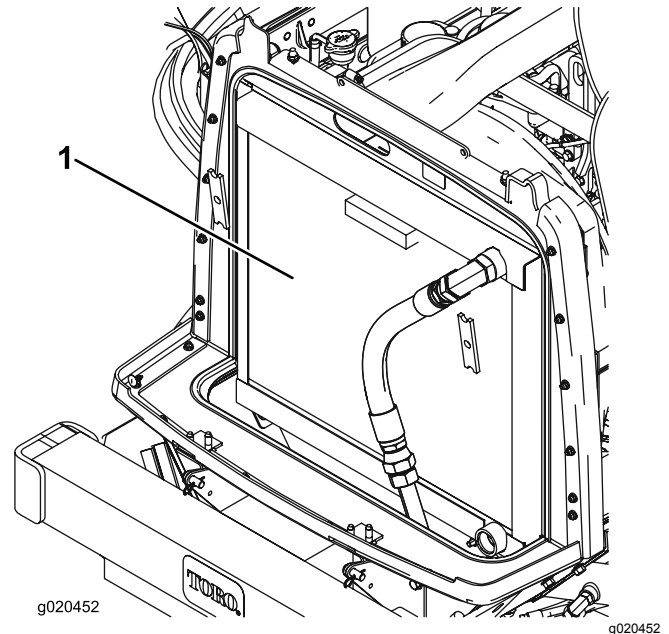

Bild 72
3. Reinigen Sie beide Seiten des Kühlers bzw. Ölkühlers gründlich mit Druckluft (Bild 72).